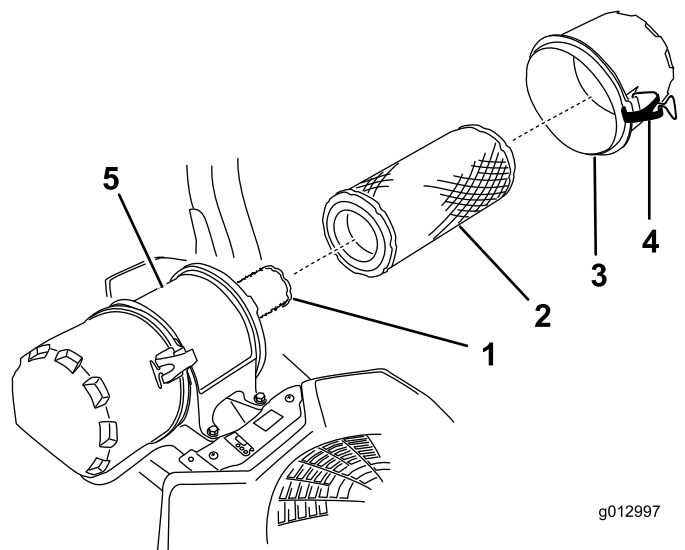

Figure 47
6. Ouvrez les dispositifs de verrouillage du filtre à air et détachez le couvercle du boîtier du filtre (Figure 47).
8. Sortez le préfiltre du boîtier du filtre avec précaution (Figure 47).
2. Si vous remplacez l'élément intérieur, insérez-le avec précaution dans le boîtier du filtre (Figure 47).
3. Placez ensuite le préfiltre sur l'élément intérieur avec le même soin (Figure 47).
4. Remettez en place et verrouillez le couvercle du filtre à air (Figure 47).